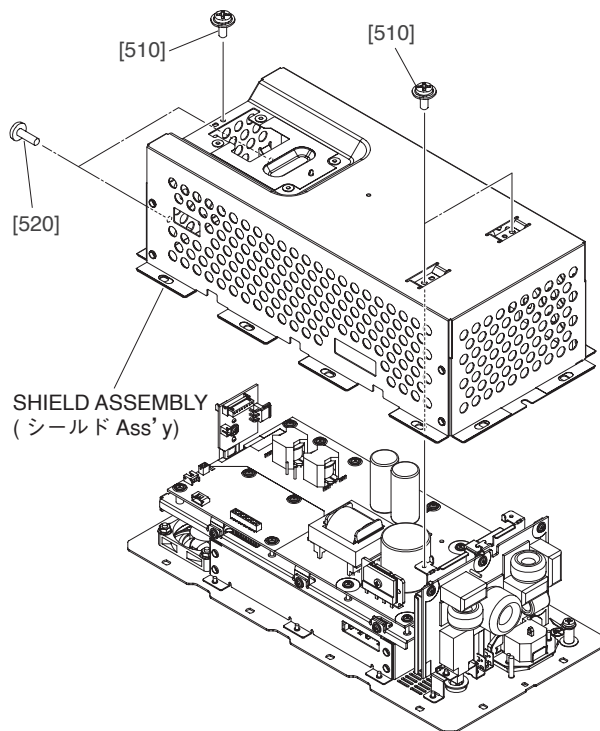

Fig. B-3 (図 B-3)
- B-3-3 Remove the three (3) screws marked [510] and two (2) screws marked [520]. The shield assembly can then be removed. (Fig. B-3)
- B-3-3 [510] のネジ 3 本と [520] のネジ 2 本を外して、シールド Ass'y を外します。(図 B-3)